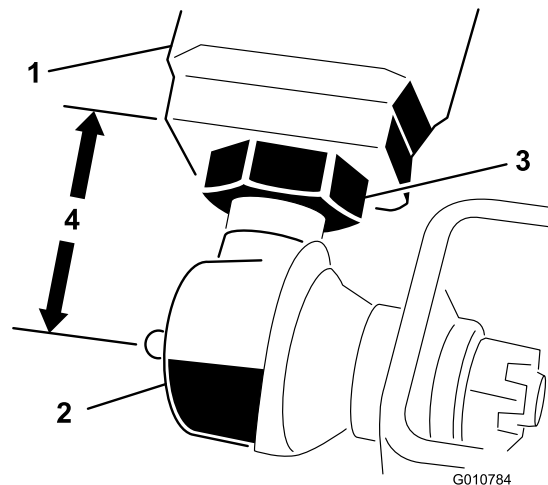

図 6
- 各昇降アームの端部から、ボールジョイントの中心グリスニップルまでの距離を測定する。この距離が 57 mm あれば適正である図 6。